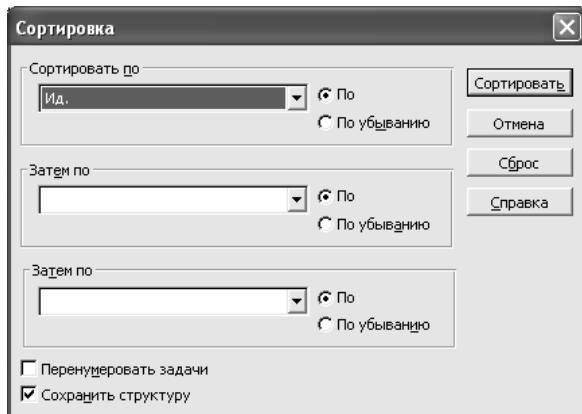

Рис. 41. Налаштування сортування інформації проєкту
1. З підміню **Сортuvання** меню **Проект** виберіть спосіб сортuvання. Якщо Вам необхідно використовувати інший спосіб сортuvання, відмінний від приведених в меню, виберіть команду **Сортuvати по**. З'явиться вікно **Сортuvання** (рис. 41).